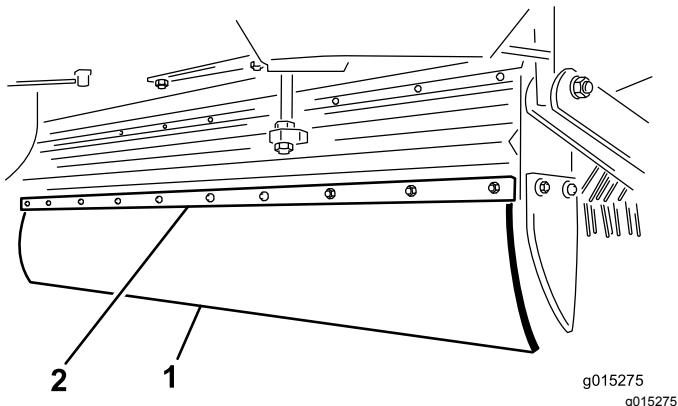

图25
2. 卸下安装挡板和挡板固定装置上的 10 个螺栓、垫圈和螺母 图25。